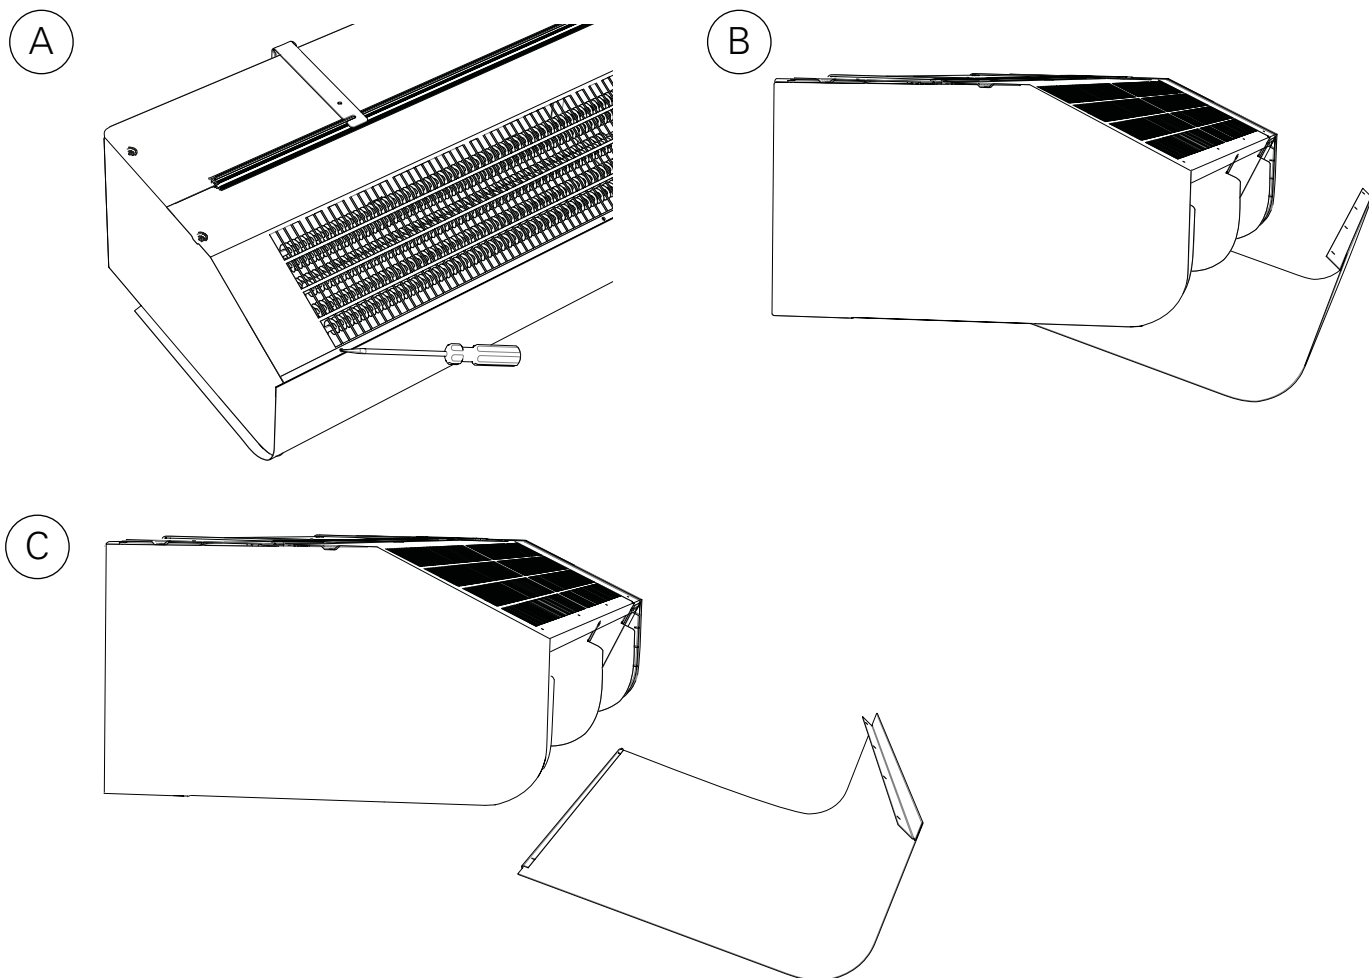

Fig. 3: Open the unit.
2. Для того, чтобы снять переднюю панель, необходимо отвернуть 2 винта в верхней части и освободить панель в нижней части. (см.рис.3)